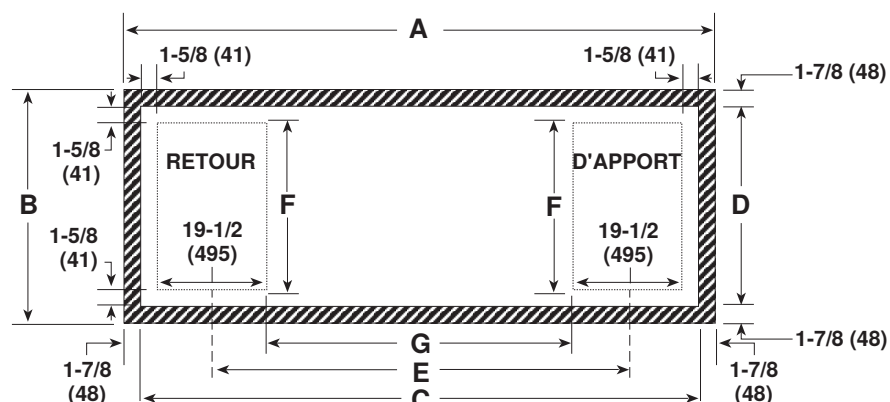

Figure 1. Dimensions de la bordure de toit (reportez-vous au Tableau 6 et au Tableau 7)
1. Coupez les ouvertures du toit. Voir Figure 1 pour les dimensions de l'ouverture du toit et les dimensions de l'ouverture des conduits en option. Assurez-vous que les ouvertures des conduits sont 1 pouce plus grandes que la taille du conduit pour laisser de la place à l'isolation.